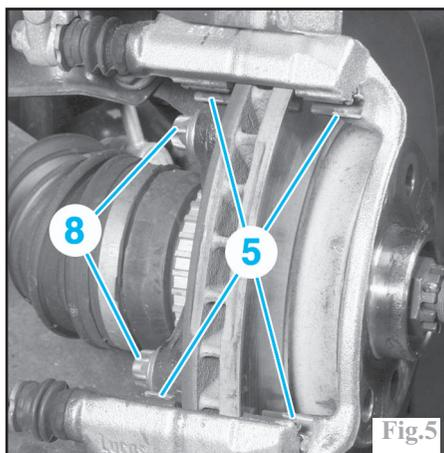

Fig.5
Déposer les vis de blocage (8) du support d'étrier et déposer ce dernier (Fig.5).